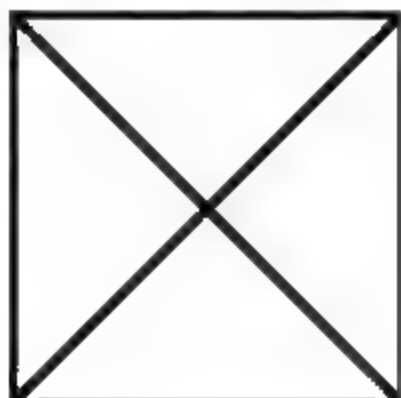

图9-69 绘制对角线
- 02 选择菜单【绘图】|【直线】命令，绘制矩形对角线，如图9-69所示。